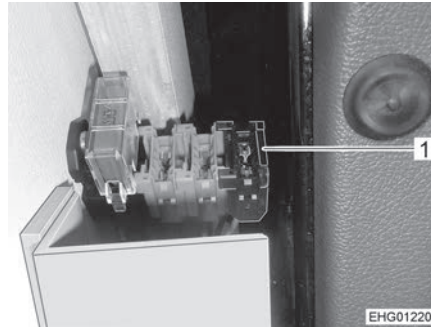

Fig. 117 Portafusibili, veicoli con guida a sinistra (Ford)
- Sostituire il fusibile nel portafusibili (Fig. 117,1).